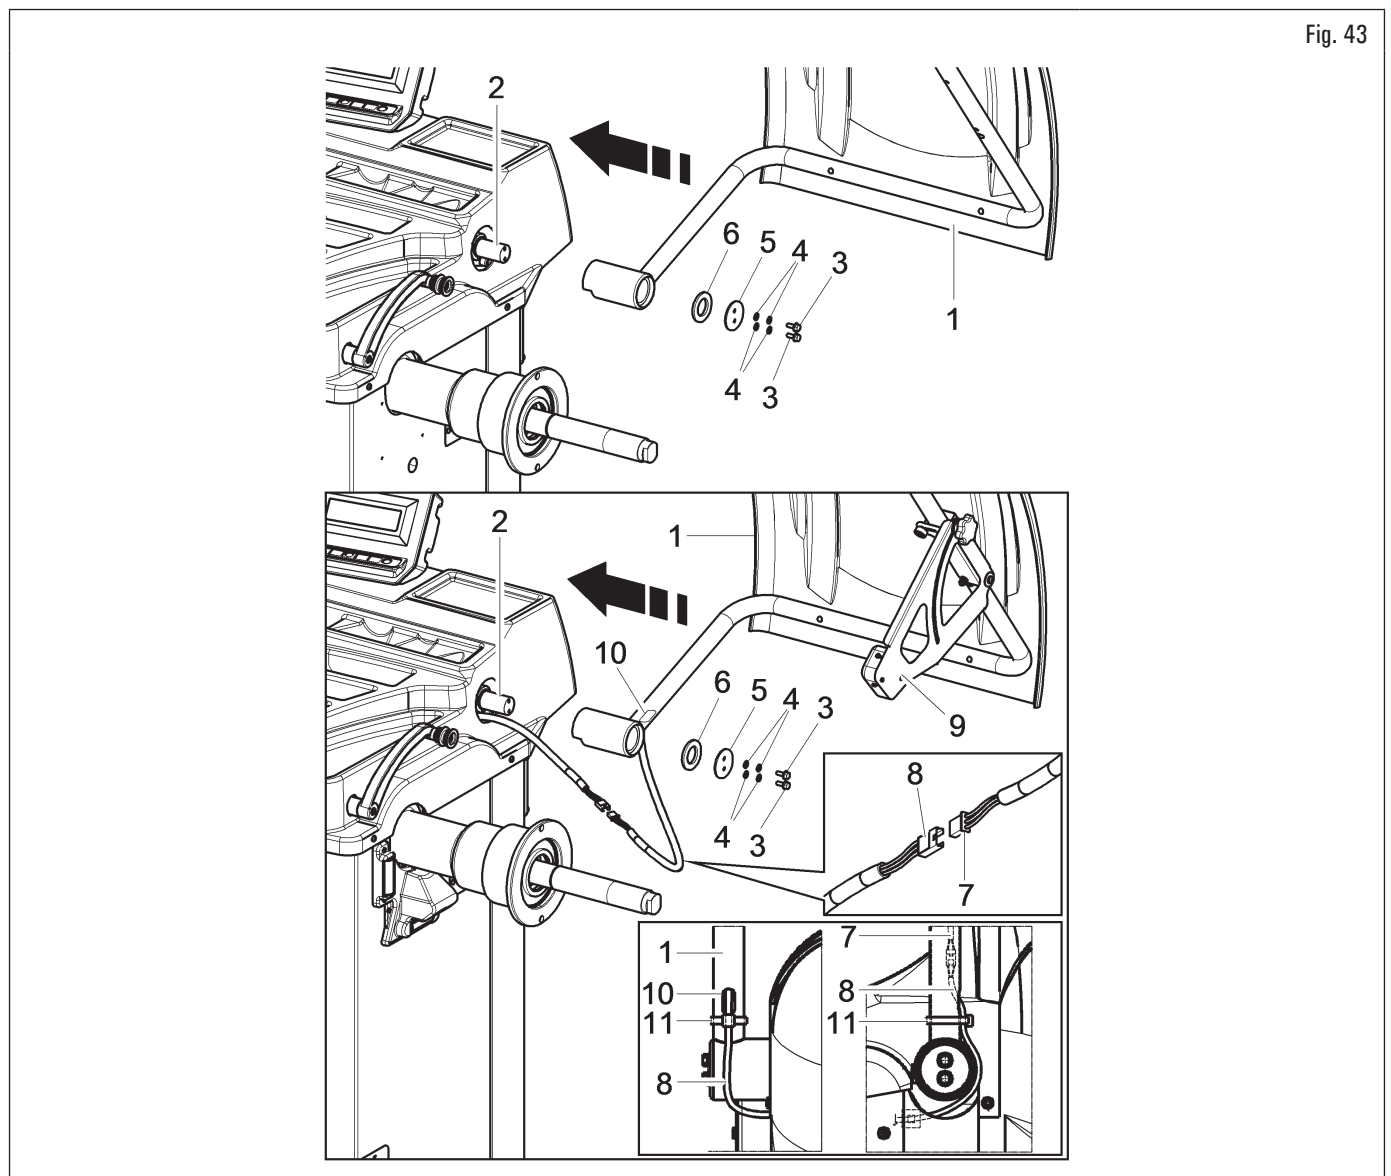

Fig. 43
1. Monter le carter de protection (Fig. 43 réf. 1) au support Fig. 43 réf. 2) avec les vis (Fig. 43 réf. 3), en interposant les ressorts à godet (Fig. 43 réf. 4) et les rondelles de blocage (Fig. 43 réf. 5- 6) ;
2. serrer les vis (Fig. 43 réf. 3) de sorte que le carter (Fig. 43 réf. 1) se lève et se baisse sans cogner contre le fin de course. La régulation doit être exécutée de sorte qu'on puisse guider le carter manuellement, à l'ouverture et à la fermeture.
3. Brancher le câble (Fig. 43 réf. 7) du capteur à ultrasons de l'ensemble mesureur automatique de la largeur (Fig. 43 réf. 9) au connecteur prévu (Fig. 43 réf. 8) ;
4. au terme de la connexion, insérer les connecteurs dans la fente (Fig. 43 réf. 10) du carter de protection, comme indiqué sur la Fig. 43. Enfin, fixer le câble du connecteur (Fig. 43 réf. 8) avec un collier (Fig. 43 réf. 11).